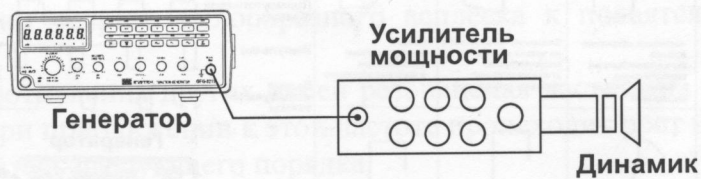

Рис.11
5. Схема соединения приведена на рис.11.